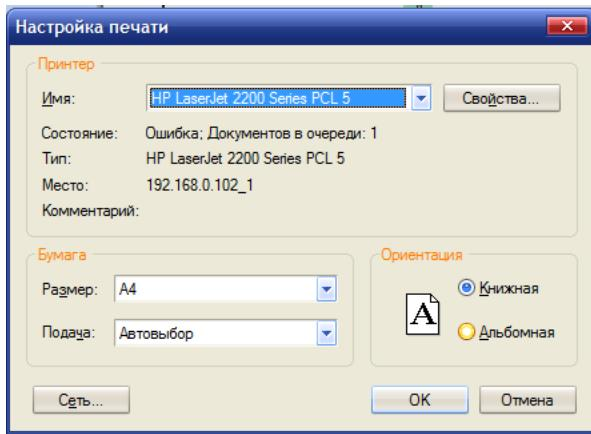

Рисунок 3.12 Меню вибору принтера та параметрів друку
- Налаштування принтера. Меню налаштування принтера та параметрів друку (рис. 3.12)